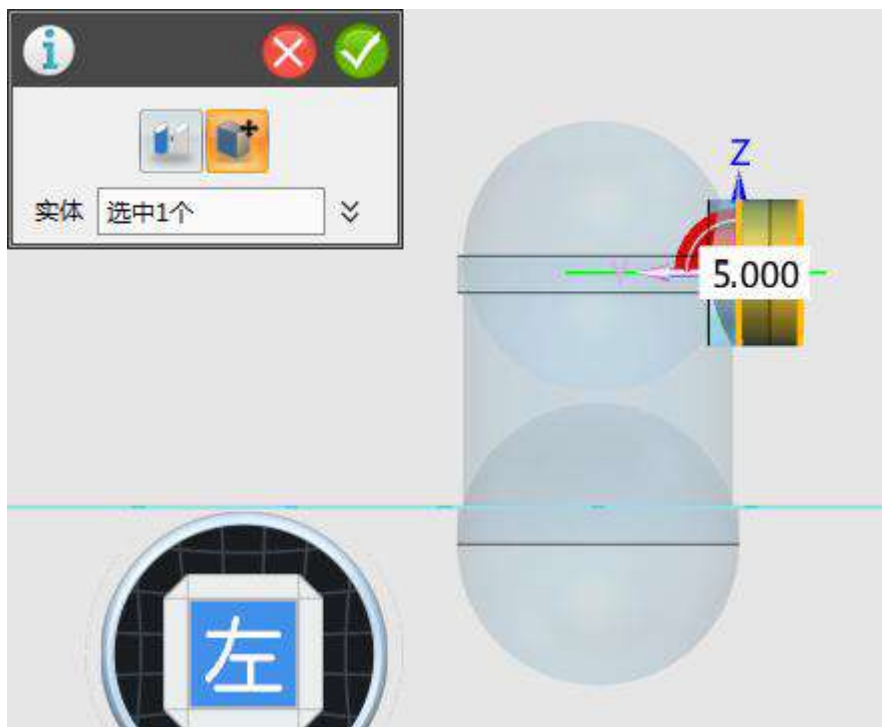

图 1-8
Step 8 点击左视图，选择移动命令中的动态移动，让圆柱体沿 Y 轴方向进行移动，移动距离为 5，如下图 1-8 所示：